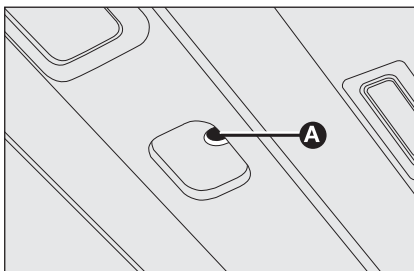

fig. 105
- ☐ introduzca en el alojamiento **A**-**fig. 105** la llave en dotación y gírela: